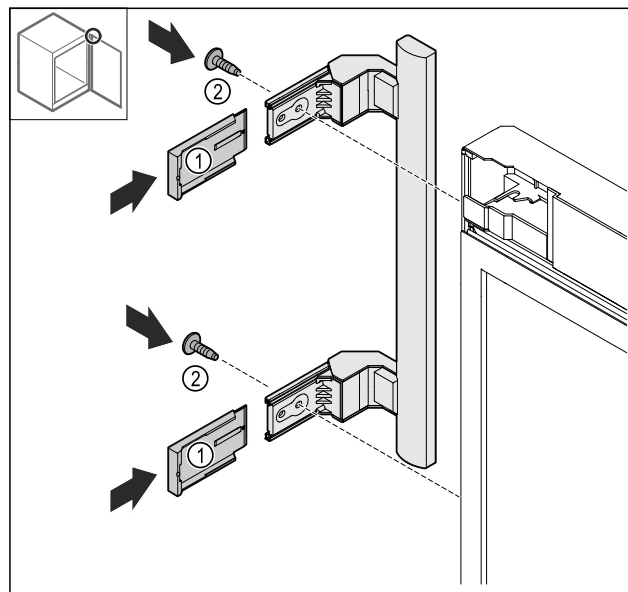

Fig. 19
- Abdeckungen Fig. 19 (1) aufschieben.